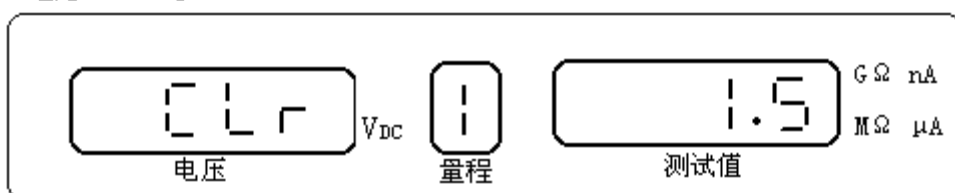

图 4-9 清零状态
- c. 再次按动  键，仪器自动对各量程逐一校零（图 4-9）。